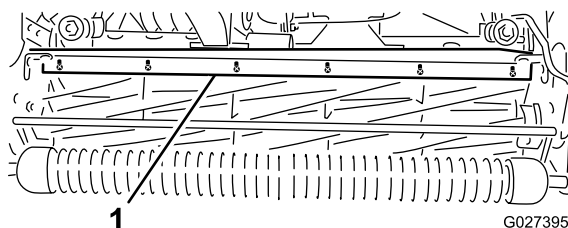

Figura 54
1. Desaperte os parafusos que fixam a barra superior (Figura 54) à unidade de corte.